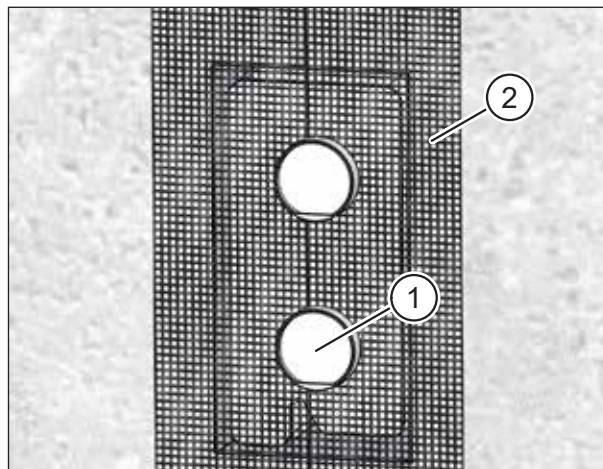
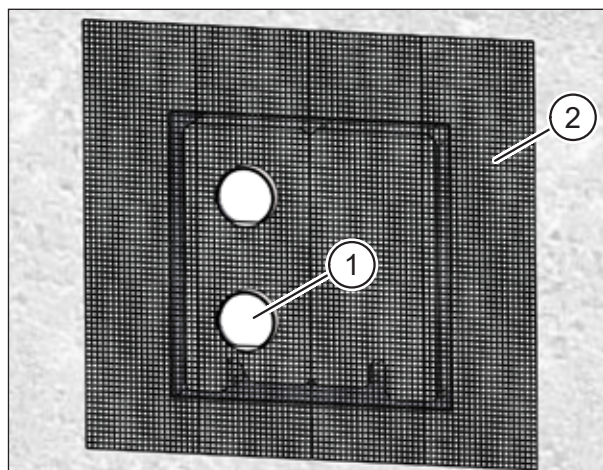

Abb. 24: Montageset **ohne** Füllstück einputzen
Abb. 25: Montageset **mit** Füllstück einputzen
- ▶ Setzen Sie die Putzschutzhülsen (Pos. 1 in Abb. 24 und Abb. 25) ein. Sie sollen soweit über die Massivwand herausragen, dass sie mit dem späteren Putzauftrag bündig abschließen. Die Putzschutzhülsen bilden die Beiputzfläche für den Außenputz.
- ▶ Bringen Sie das Putzgewebe (Pos. 2 in Abb. 24 und Abb. 25) außen auf den Mauerkasten, auf das Mauerwerk bzw. auf die Fassadendämmung an.